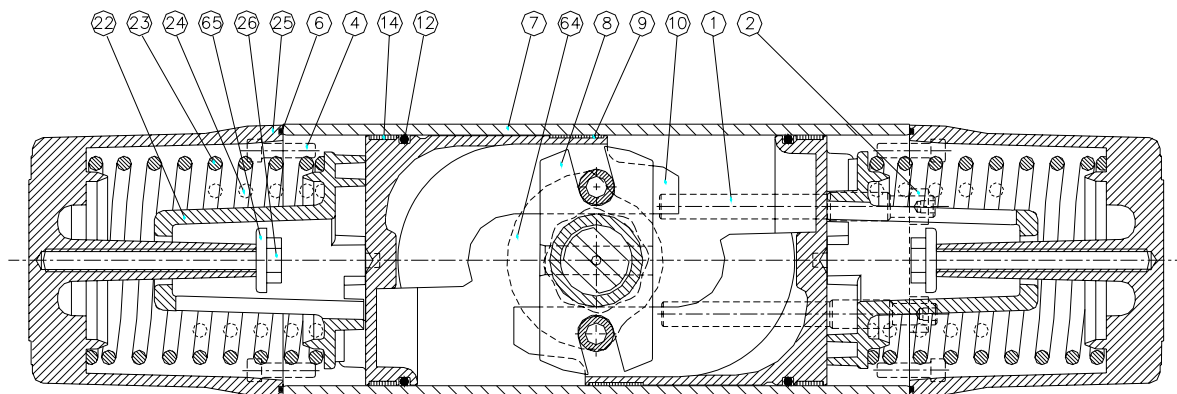

Bild 3
Die Kolben der SR-Antriebe sind, im Gegensatz zum DA Typ, um 180° gedreht (rotiert), gem. Bild 3 auf Seite 3. Auf diese Weise wird gegen Ende der Drehbewegung eine Zunahme des Drehmoments erreicht, obwohl die Federkraft reduziert ist.
4. Kolben einbauen gemäß Bild 3 oben.
5. Die SR Einheiten müssen so gedreht werden, daß einer der 3 Stützpunkte zwischen den Erhöhungen auf dem Kolben (10) liegt.
7. Die Federführung (22) wird zum Kolben hin mit Hilfe von 2 Stiften zentriert.
8. Schrauben (4) wieder eindrehen. Beim Anziehen der Schrauben überträgt sich die Federkraft von der Anzugsschraube (26) auf diese Schrauben. **Anzugsmoment gemäß Tabelle Seite 4.**
3. Die Einstellschrauben ausschrauben (1, Bild 3) so, daß sie nicht die Bewegung der Welle (15) hindern.
4. Kontrollieren, daß die Welle in geschlossener (Fail-close) oder offener (Fail-open) Lage steht, d.h. daß die Federn die Kolben (10) in ihrer inneren Lage gedrückt haben.
5. Das Handrad so drehen, daß der gelbe Anzeigering (67) sich einwärts gegen den Antrieb bewegt. Bis zum Ende drehen. Der Anzeigering soll jetzt im Kunststoffrohr (49) im inneren Teil vom Fenster sichtbar sein.
7. Das Handrad zurückdrehen, bis der Anzeigering die „AUTO“-Lage passiert hat und ein Widerstand entsteht. Dadurch werden die Befestigungsschrauben (4, Bild 3) von der Federkraft entlastet.